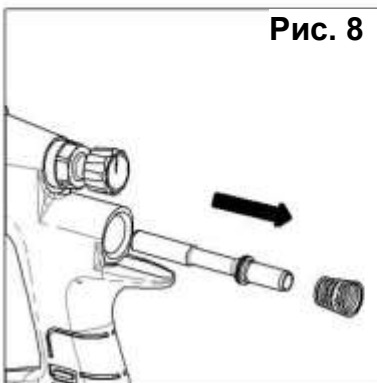

Рис. 8
6. Снимите пружину (21) и шпindelь клапана (20). (См. рис. 8).